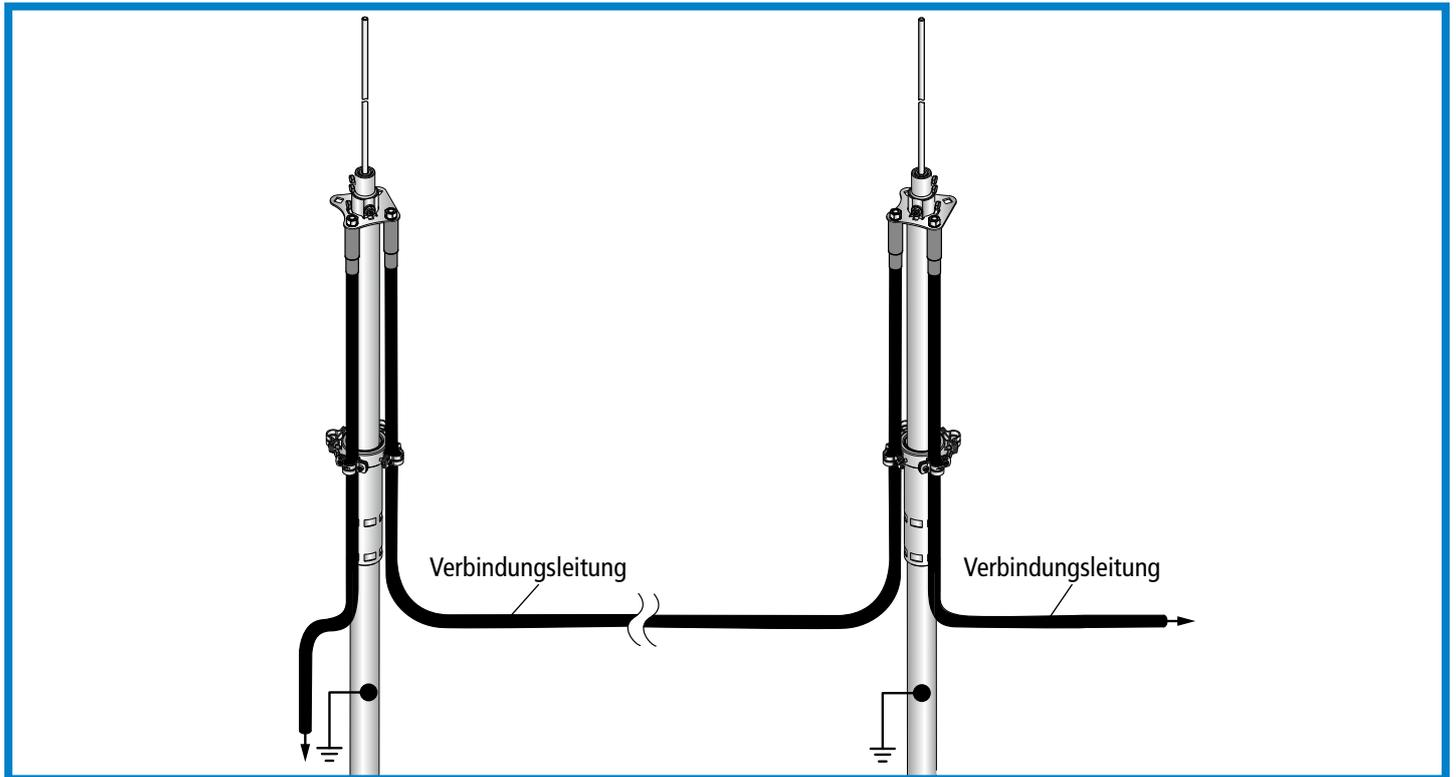

Bild 11 Verbindungsleitung zwischen den Stützrohren
- ➔ eine Verbindungsleitung zwischen den Stützrohren wie im Bild 11 dargestellt, ähnlich einer Ringleitung, begünstigt den Stromaufteilungskoeffizienten k_c . Dadurch kann der notwendige Trennungsabstand "s" verringert bzw. eingehalten werden. Für diese Anschlüsse (Rohraußenverlegung) werden die Anschlusselemente z.B. Art.-Nr. 819 197 oder 819 196 verwendet.